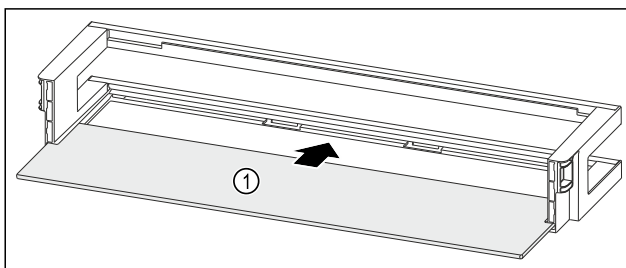

Fig. 90 Türabsteller mit Abstellfläche
- ▶ Abstellfläche Fig. 90 (1) in die seitlichen Einsparungen einschieben.